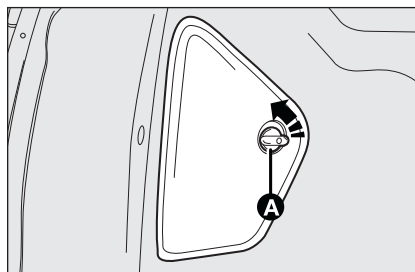
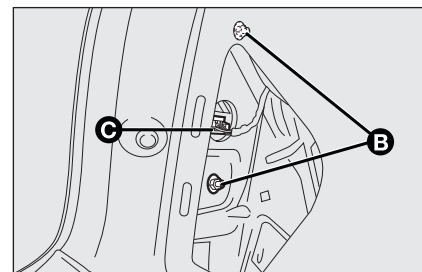

fig. 27
fig. 28
- ☐ faire tourner le dispositif de fixation **A-fig. 27** dans le sens contraire aux aiguilles d'une montre (pour le volet gauche) ou dans le sens des aiguilles d'une montre (pour le volet droit) et déposer le volet de couverture ;
- ☐ débrancher le connecteur électrique **C-fig. 28** ;
- ☐ réintroduire la douille et vérifier que les deux ailettes de blocage soient accrochées ; insérer le groupe optique à l'intérieur de son logement et brancher le connecteur électrique **C-fig. 28** ; visser les deux écrous de fixation **B** ; raccrocher le volet de couverture veillant à insérer les languettes dans le siège approprié et en faisant tourner le dispositif de fixation **A-fig. 27** dans le sens contraire aux aiguilles d'une montre (pour le volet gauche) ou dans le sens des aiguilles d'une montre (pour le volet droit) pour l'accrocher.